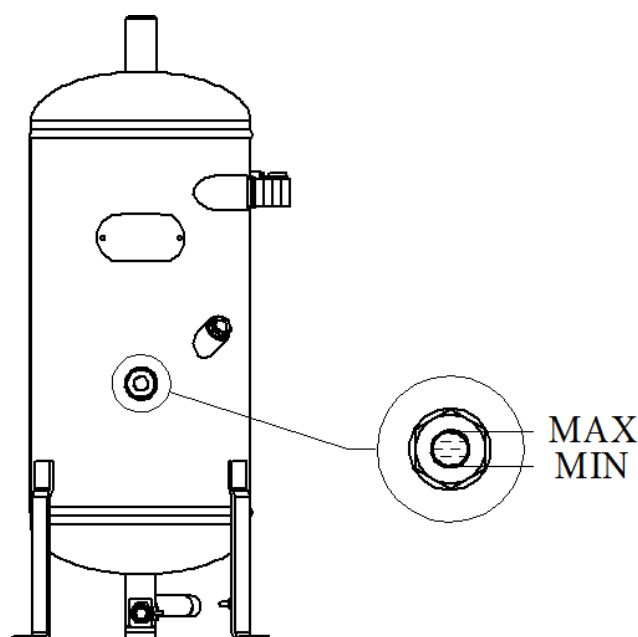

Рисунок 6
- включить для прогрева масла до температуры более 70°C, после чего отключить, через 5-10 мин. проверить уровень масла, при необходимости – долить (см. рисунок 6).
Слишком низкий уровень масла	Выполните дозаправку установки маслом (см. рисунок 6)